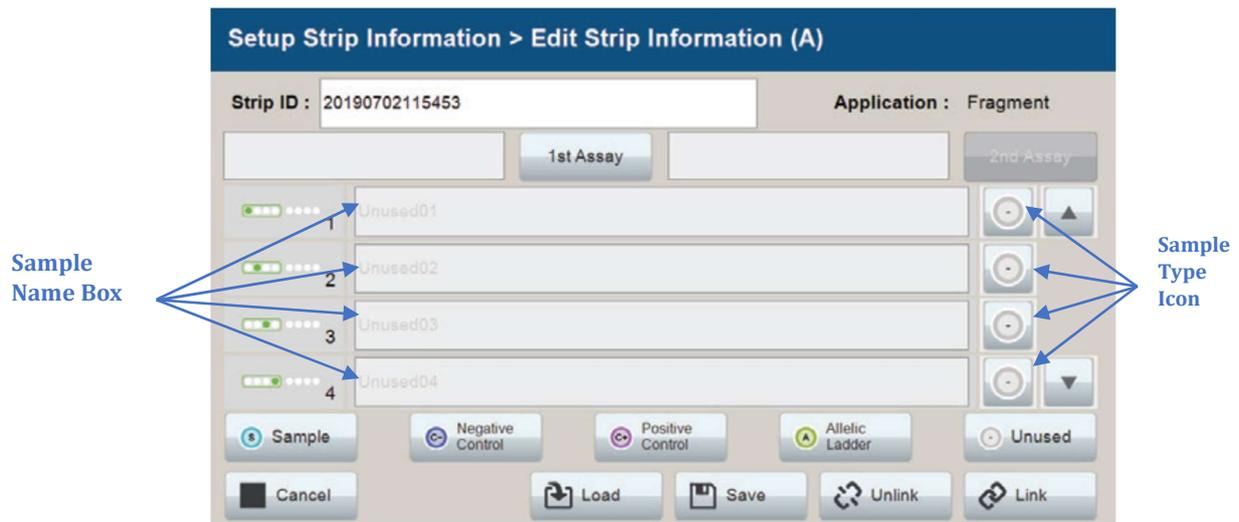
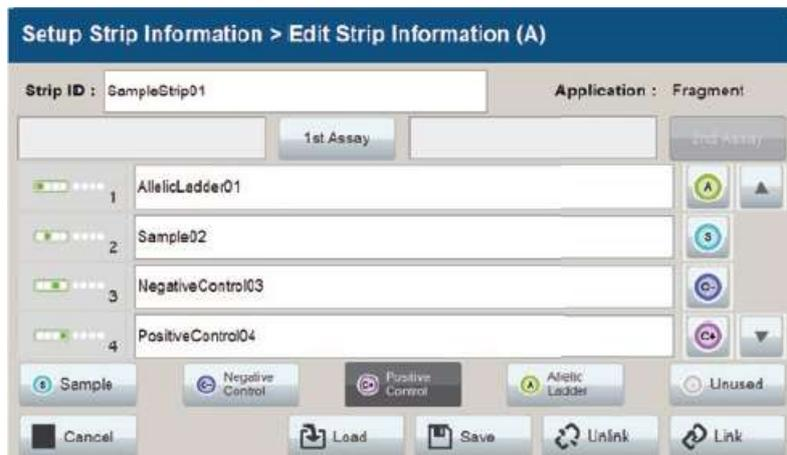
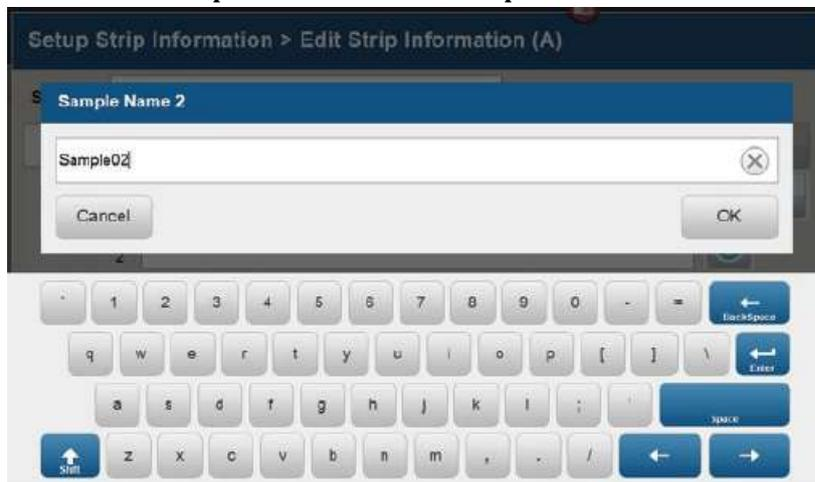
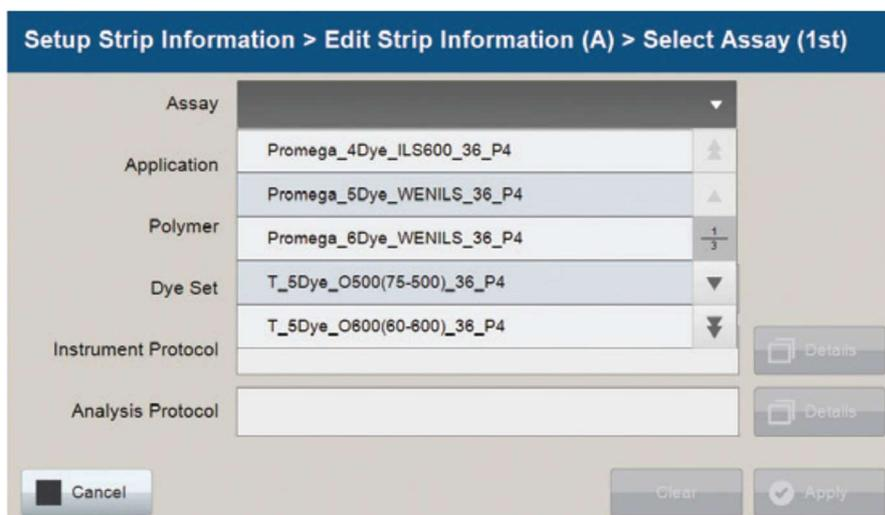

図 62 Edit Strip Information ,画面上の Sample Type と Sample Name
図 63 Edit Strip Information 上の Sample Name 入力画面
図 64 Set Sample Name ウィンドウ
図 65 Select Assay のウィンドウ
2. Edit Strip Information 画面 (図 62) では **sample type** を選びます。
- ウェルにサンプルタイプを割り当てるためには、Edit Strip Information 画面の下部にある sample type ボタンを選択し（図 62）、目的のウェルの sample name ボックスの右側にある **Sample Type** アイコンを選択します。このアイコンは、そのウェルで選択されたサンプルタイプを表示します。（図 63）
- Edit Strip Information 画面（図 63）のウェル番号に隣接する **Sample Name** ボックスを選択し、各ウェルの位置のサンプル名を入力します。そうすると Set Sample Name ウィンドウが開き、タッチスクリーン上のキーパッドが有効になります。（図 64）
5. Spectrum Compact のソフトウェアにはプロメガ社や他社の試薬に対応したランアッセイがあらかじめ登録されています。新しいアッセイの作成や、既存のアッセイの変更には、セクション7を参照してください。インジェクションセットにランアッセイを割り当てるには、**1st Assay** (図 63) を選択し、**Select Assay** ウィンドウ (図 65) を開きます。次にドロップダウンリストからスクロールボタンを使用して適切なアッセイを選択してください。